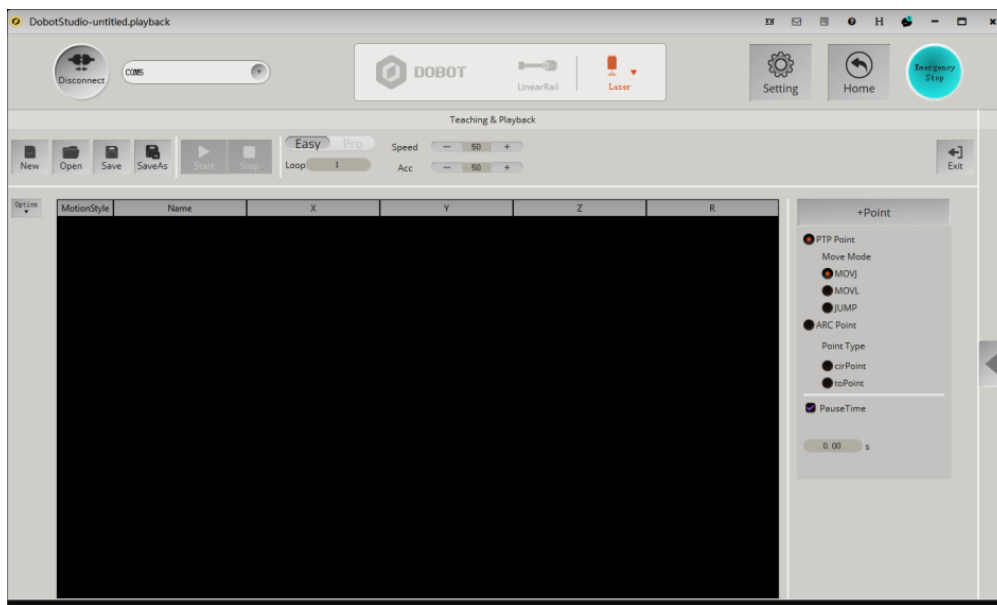

Figure 16 : Fenêtre « Teaching & Playback ».
- Les lignes de commande sont programmées dans la fenêtre centrale de développement (voir la Figure 16) :